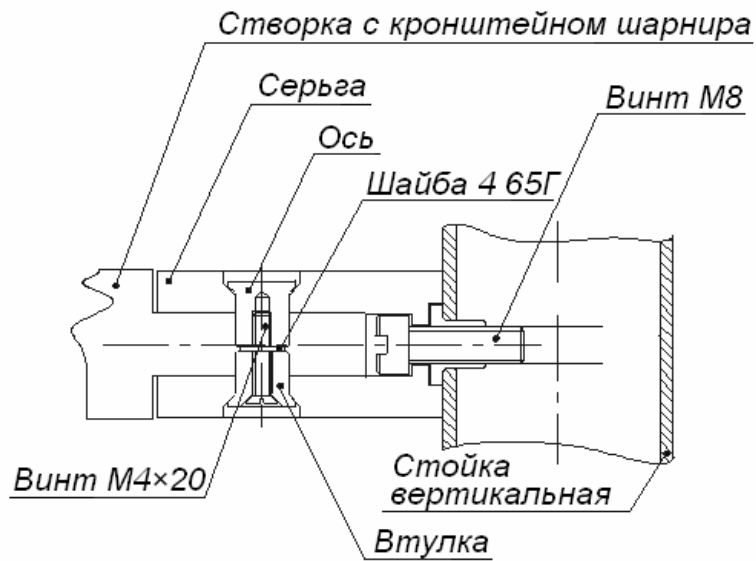

Рисунок 14. Крепление шарниров к опорной стойке поворотной секции ограждения
3. На опорной стойке двумя винтами $M8 \times 25$ закрепите две серьги шарниров, как показано на рис. 14.
4. Установите в рабочее положение и закрепите болтами $M10$ опорную стойку. Соберите шарнирные узлы со створкой на опорной стойке, как показано на рис. 14.
4. Закрепите на опорной стойке двумя винтами М8×25 две серьги шарниров, как показано на рис. 14. Установите в рабочее положение опорную стойку. Для обеспечения вертикальности установки стоек рекомендуется использовать монтажные прокладки 50×20×0,5...0,8 мм.